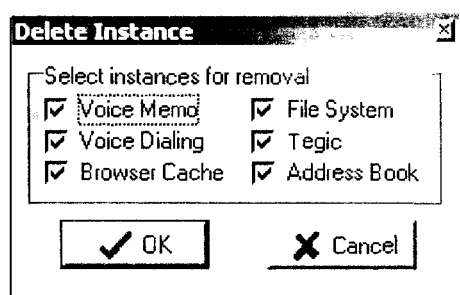

Рис. 1.3.8. Выбор очищаемых областей памяти телефона
- кнопка форматирования логических дисков телефона. Для этого после перевода телефона в сервисный режим нажимают кнопку «Del Instances». В выведенном на экран диалоговом окне отмечают очищаемые области памяти и нажимают кнопку «OK» (рис. 1.3.8).